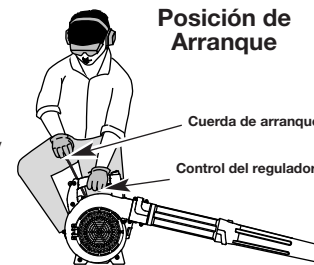

Fig. 13
2. Coloque el pico del recipiente de gasolina en el orificio de llenado del tanque de gasolina (Fig. 13) y llene el tanque.
NOTA: La unidad debe arrancarse en vacío. No oprima el gatillo mientras arranca la unidad (Fig. 13).
5. Colóquese en la posición de arranque (Fig. 13) y tire de la cuerda de arranque hasta que sienta un poco de resistencia. Esto es por lo general aproximadamente de 2 a 4 pulgadas. Tire de la cuerda 4 veces con movimientos suaves y rápidos.
2. Oprima y mantenga oprimido el Control de encendido y apagado en la posición APAGADO (O) hasta que el motor se detenga por completo (Fig. 13).